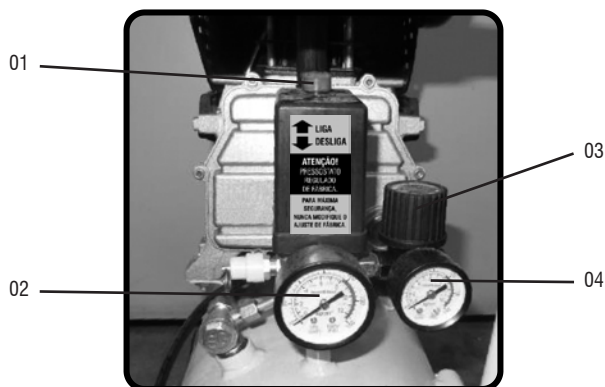

Fig. 14 - Accionamiento del moto-compresor
- c) Accione el interruptor prende/apaga, Fig. 14, pieza 1;
- e) La presión del aire comprimido del recipiente puede ser verificada a través del manómetro, Fig. 14, pieza 2;
- f) La presión del aire comprimido de la red puede ser verificada en el manómetro, Fig. 14, pieza 4.
El moto-compresor permite al usuario la regulación de la presión de utilización. Para regular la presión basta tirar el regulador de presión y girarlo (Fig. 14, detalle 3). Girando el regulador en el sentido de los punteros del reloj la presión será aumentada y en el sentido contrario a los punteros del reloj la presión será reducida. Después de regular la presión presione el regulador para trabarla nuevamente.